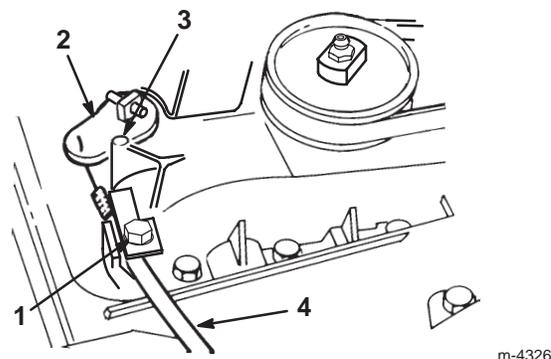

Figure 29
2. Desserrez la vis du serre-câble (Fig. 29).
3. Poussez le levier de vitesse à fond contre la butée (Fig. 29).
4. Éliminez le mou du câble et serrez la vis du serre-câble (Fig. 29).